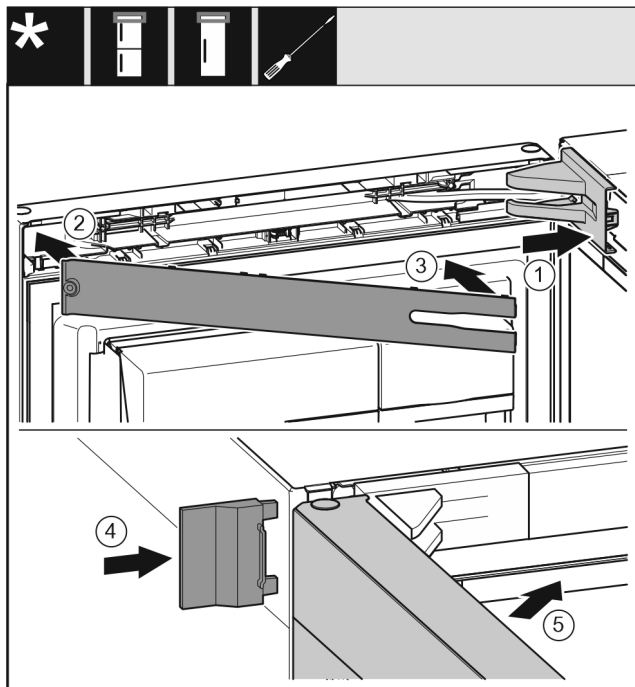

Fig. 72
- ▶ Nasadte a zaklapněte kryt stojanu ložiska Fig. 72 (1), příp. opatrně přitlačte od sebe.
- ▶ Nasadte záslepku Fig. 72 (2).
- ▶ Záslepku Fig. 72 (3) sklopte a zaklapněte.
- ▶ Vnější kryt Fig. 72 (4) nasuňte.
- ▶ Zavřete horní dveře Fig. 72 (5).